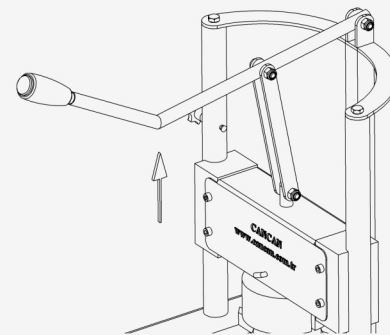

Рисунок 3
- ✓ Держась, за рычаг правой рукой, потяните ручку оборудования вверх. (Рисунок3).